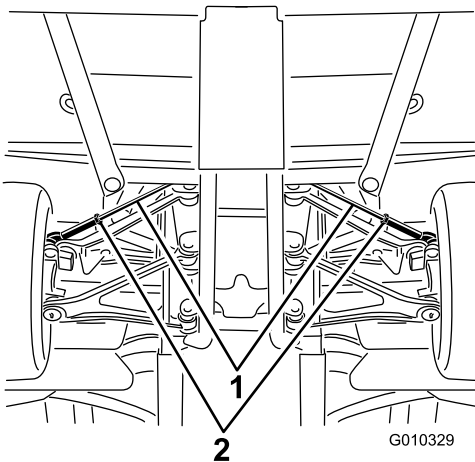

Figura 56
A. Desaperte a porca de retenção no centro da barra de ligação (Figura 56).